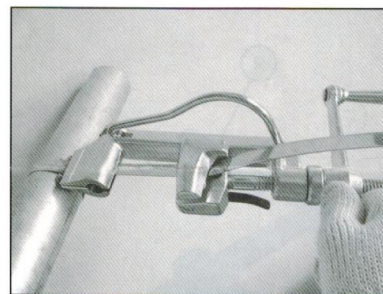

Рис. 3
7. Удерживая инструмент, произвести натяжение ленты до нужного усилия, вращая рукоятку. См. рис. 3